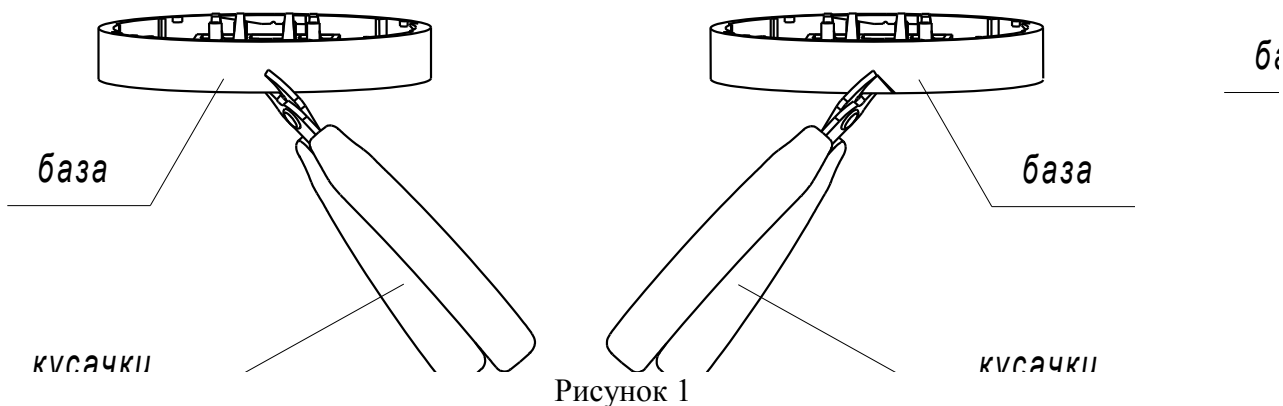

Рисунок 1
5.1 При розміщенні та монтажу сповіщувачів необхідно керуватись вимогами ДСТУ-Н СЕН/TS 54-14 та ДБН В.2.5-56. Для монтажу сповіщувача необхідно базу від'єднати від сповіщувача, вирізати в ній потрібну кількість пазів для проводів (див. рис. 1) і закріпити її на стелі приміщення за допомогою дюбелів та гвинтів. **Увага! Для запобігання втрат контакту бази з сповіщувачем монтаж бази вести на рівній поверхні. Не допускаються зміщення та деформація бази відносно її монтажної**